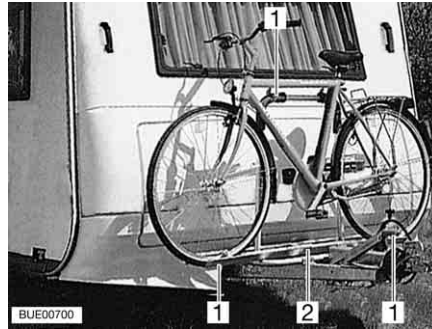

Bild 10 Fahrradträger am Bug
- Fahrräder auf den Fahrradträger (Bild 10,2) aufsetzen und mit Quick-Riemen (Bild 10,1) verzurren.